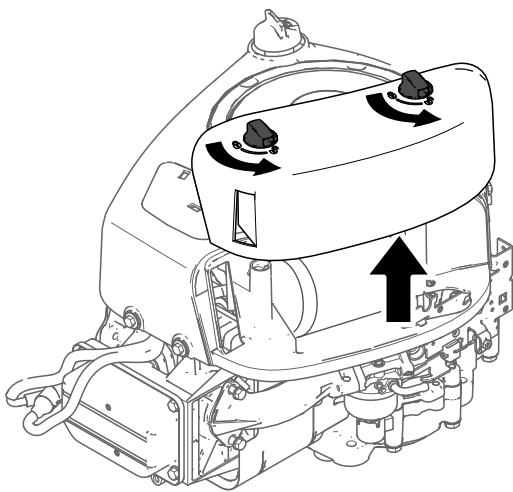

Figura 37
3. Montai capacul i fixai-l cu elementele de fixare (Figura 37).